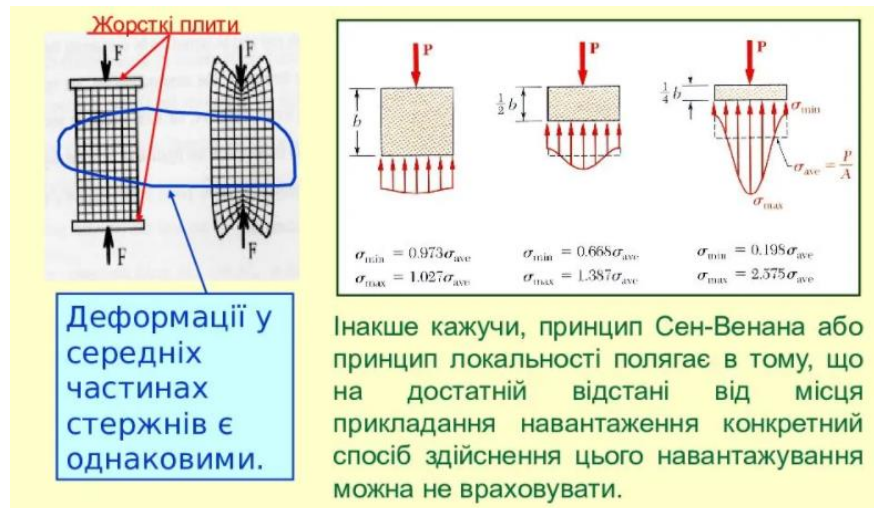

Рисунок 2 – Пояснення принципу Сен-Венана.
- ✓ принцип Сен-Венана (рис.2).